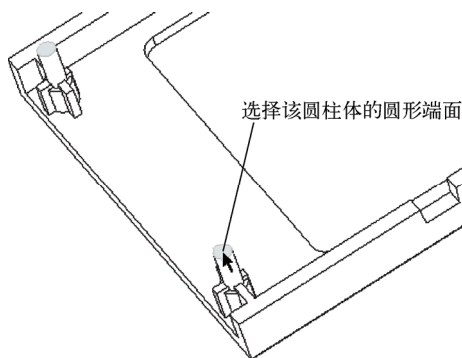

图 8-30 指定偏移曲面集
3) 在图形窗口中选择要偏移的曲面（偏移曲面集）。在本例中选择图 8-30 所示的圆柱体的圆形端面。